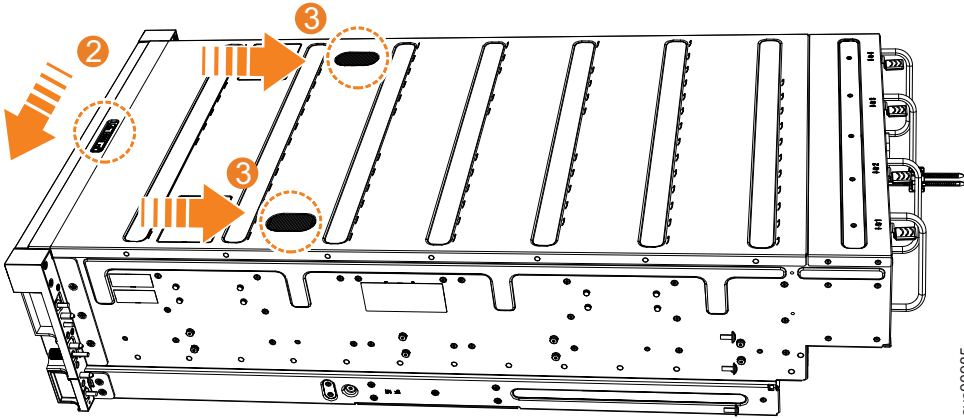

图 79. 重新安装 2145-92F 顶盖
2. 将外盖释放杆推入第 77 页的图 79 中所示的那一侧 (**2**)。
3. 将外盖滑向机柜后部 (**3**)，直至滑不动为止，如第 77 页的图 79 中所示。